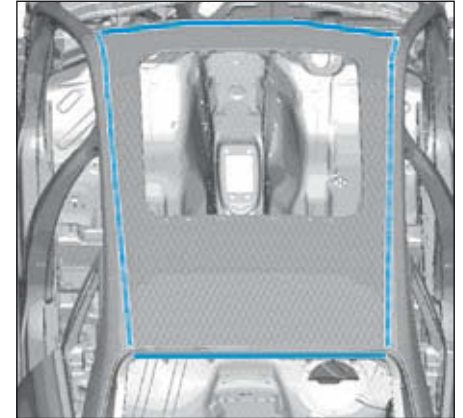

FIG.82
- Tracer puis couper comme illustré (Fig.82).